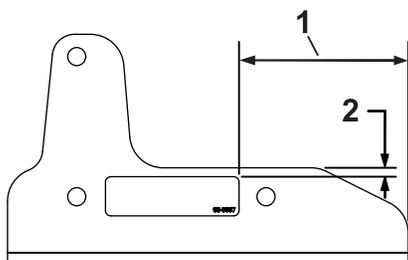

Рисунок 1
1. Приклейте наклейку на левый кронштейн, как показано на Рисунок 1.